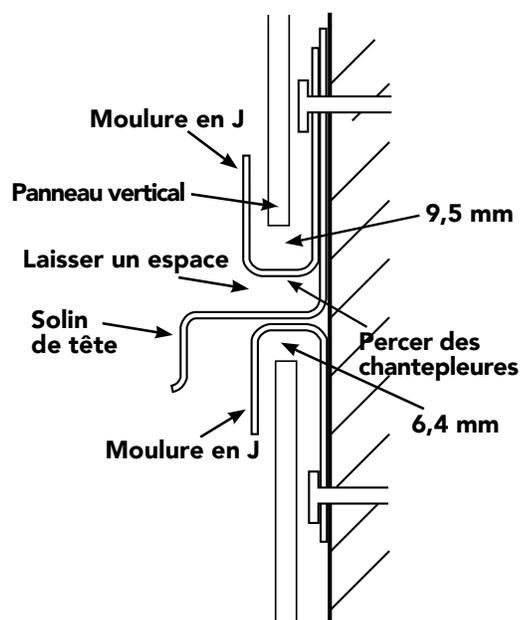
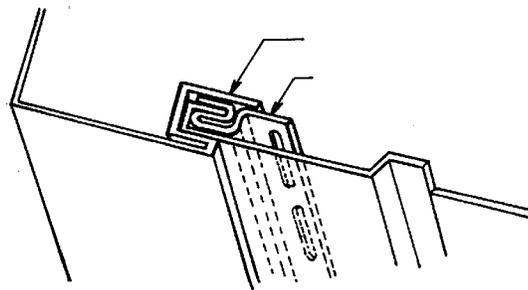

Figure 59
Figure 60
- Si la hauteur de la maison requiert d'étager le parement vertical, poser une moulure en J inversée au-dessus du rang inférieur (Figure 59), en laissant un espace de 6,4 mm (1/4 po) pour la dilatation. Poser un solin de tête au-dessus de la moulure en J, puis placer une seconde moulure en J pointant vers le haut. Poser les panneaux supérieurs en laissant un espace de 9,5 mm (3/8 po) entre le bas des panneaux et la moulure en J.
REMARQUE : Il faut percer dans la moulure supérieure en J des chantepleures d'au moins 4,8 mm (3/16 po), à intervalle maximal de 610 mm (24 po). Voir la Figure 59.
- Si l'on commence par un panneau vertical entier, on peut façonner une bande de départ verticale en coupant la bride de clouage et la languette d'un autre panneau. Clouer la bande dans la moulure de coin. Une autre option est d'utiliser une bande de départ verticale ordinaire. Laisser un espace suffisant dans la poche de la moulure de coin pour pouvoir y fixer le panneau de parement (Figure 60).
- Fixer d'abord la moulure en J le long du bord interne du toit. Poser une moulure en J pointant vers le haut comme base du parement vertical au-dessus de la moulure en J déjà placée au bas du pignon (cf. Figure 59). Ou bien, poser deux moulures en J dos à dos, centrées sur le faite du pignon. Couper puis poser une bride de clouage dans chaque moulure en J (bande de départ, comme nous l'avons montré plus haut). Voir la Figure 60.